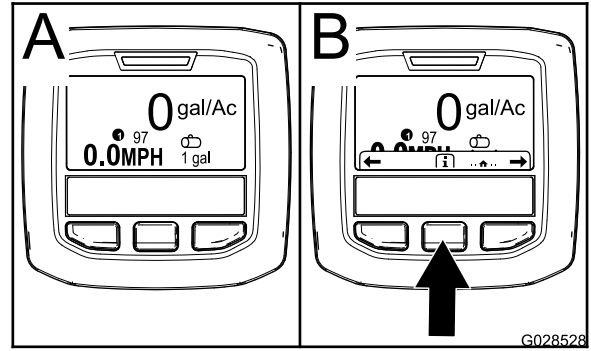

Figura 4
2. Después de unos 15 segundos, aparecerá la pantalla de Inicio; pulse el botón de selección central para mostrar el menú contextual de Información (Figura 4).